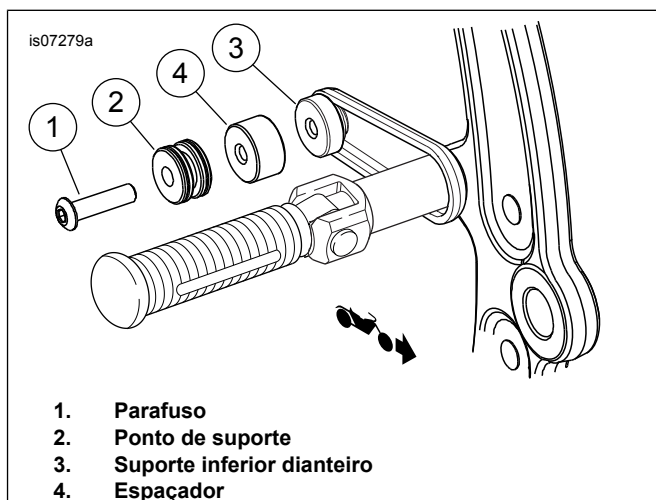

Figura 6. Ponto de suporte dianteiro inferior (com outros acessórios removíveis)
1. Veja Figura 6. Instale o conjunto de suporte do alforje dianteiro inferior (3).
2. Instale o mini ponto de suporte (2) e o espaçador (4) no parafuso (1).
4. Instale o parafuso (1) no furo rosqueado do suporte dianteiro inferior (3). Aperte o parafuso com torque de 16,3–24,4 N·m (12–18 ft-lbs).